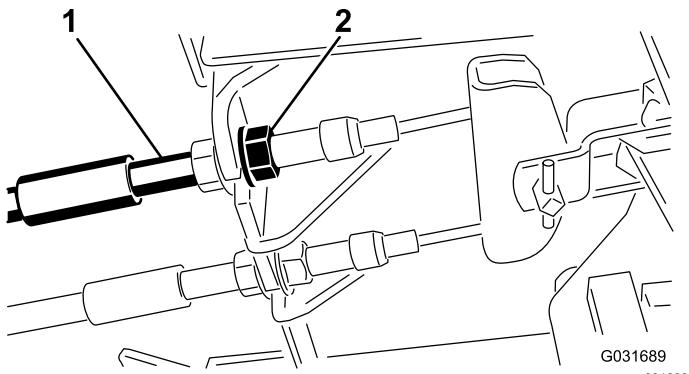

Bild 83
- Ziehen Sie zum Reduzieren des Spiels der Bremspedale die Bremsen fester – lockern Sie dazu die vordere Mutter am Gewindeende des Bremszugs (Bild 83).